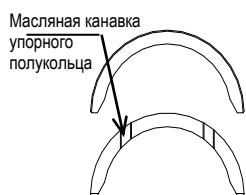

Рис. 4-6
③ Двигатель имеет верхние и нижние коренные вкладыши, которые устанавливаются соответственно в блок цилиндров и крышки коренных подшипников. Верхние вкладыши, устанавливаемые в блок цилиндров, имеют масляные отверстия (рис. 4-5). При установке вкладышей обращайте внимание на то, чтобы вкладыши с отверстиями были установлены именно в блок. По обе стороны от третьего коренного подшипника установлено по паре упорных полуколец. Масляные канавки упорных полуколец (рис. 4-6) должны быть обращены только наружу (к коленчатому валу).